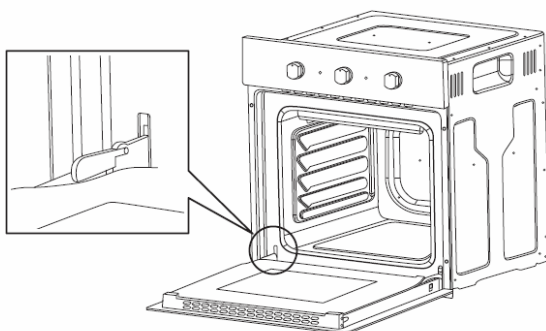

FIG. 1
### **Retrait de la porte du four (Fig. 1)**
- Pensez à tourner les deux éléments mobiles « B » utilisés pour mettre les charnières en place avant de refermer la porte. (Fig. 1)